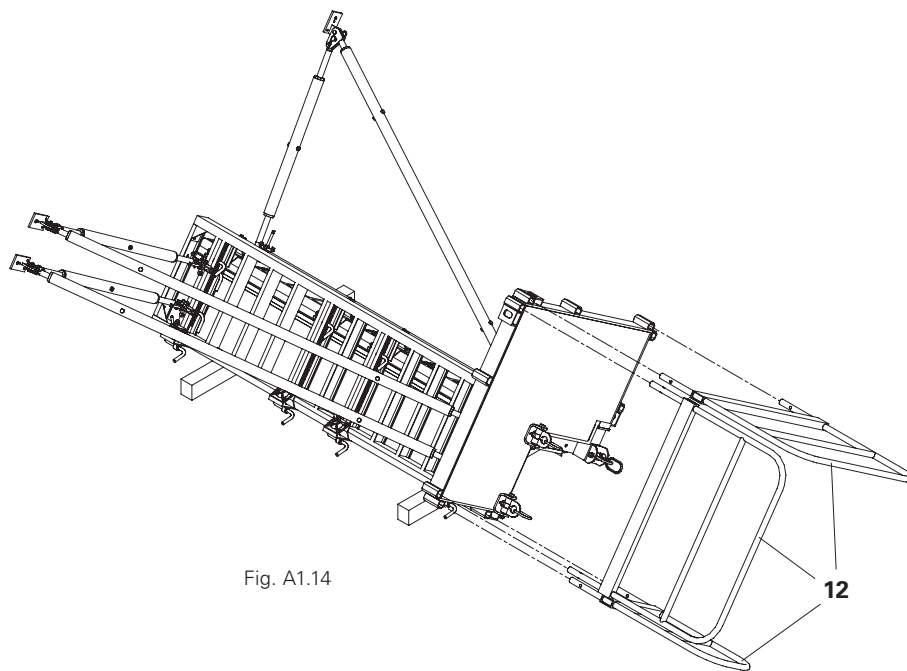

Fig. A1.14
7. Inserire il parapetto (12), parapetto 134 (2x), (Fig. A1.14) parapetto 52 (2x). Il parapetto 52 all'uscita della scala non è raffigurato.